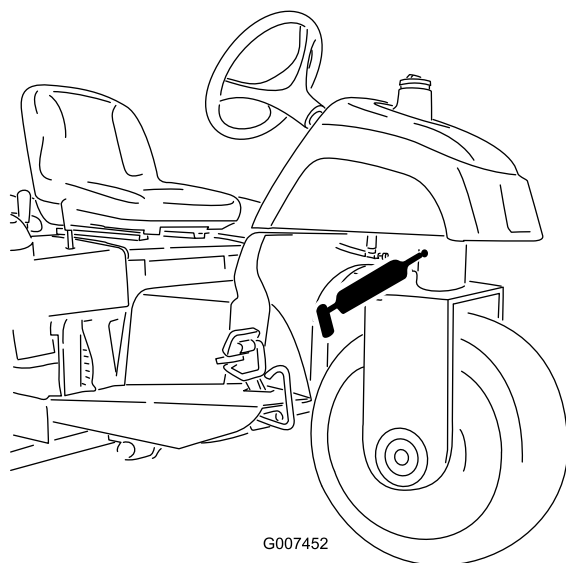

図 25
- ・ ステアリング・ピボット (図 25)
**注** ステアリング・ピボットの注入部 (図 25) は面一フィッティングなので、グリスガン用ノズル・アダプタが必要です。パーツ番号は P/N 107-1998 ; ご注文は Toro 代理店へ。